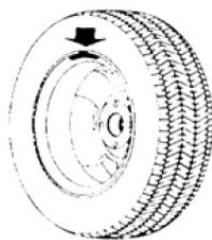

Figure 10-8
8.1.5 Faire tourner la roue manuellement jusqu'à ce que toutes lumières LED sur le côté gauche soient éclairés. Coller les masses nécessaires à la position 12 heures sur le bord intérieur de la jante réf. Fig. 10-8.